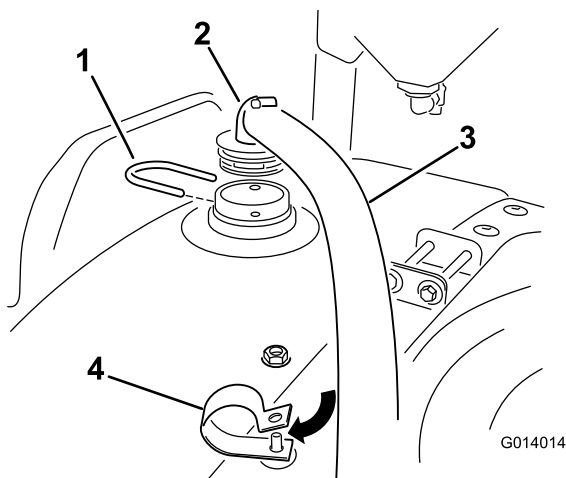

Figura 23
- Montate l'estremità del flessibile con il raccordo a 90° sul diaframma precedentemente installato sulla parte superiore frontale del serbatoio (Figura 23).
- Utilizzate una forcella per fissarlo al serbatoio come illustrato nella Figura 23.
- Inserite l'estremità aperta del flessibile verso il basso e attraverso la fascetta fermacavi a R sino al nebulizzatore. Montate un dado di bloccaggio sul bullone nella fascetta fermacavi a R e a questo punto serrate manualmente (Figura 23). Ciò consentirà una regolazione successiva.